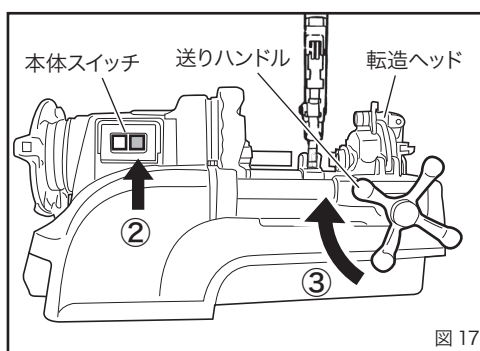

図 17
② マシン本体のスイッチを入れ、パイプを回転させます。(図 17)
③ 送りハンドルをゆっくりと時計方向に回し、スクレーパーをパイプに当ててください。送る速度はパイプ 1 回転につき、約 2mm の割合です。(図 17)